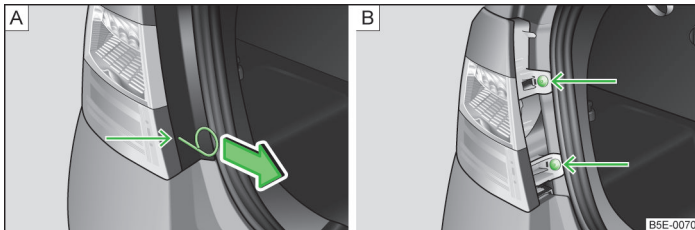

Abb. 225 Abdeckung/Leuchte ausbauen
- Den Bügel zum Abziehen der Radvollblenden » Seite 235, Bordwerkzeug in die Bohrung an der mit dem Pfeil gekennzeichneten Stelle » Abb. 225 - [A] stecken.
- Die Abdeckung in Pfeilrichtung » Abb. 225 - [A] abziehen.
- Die Leuchte mit dem Schlüssel aus dem Bordwerkzeug abschrauben » Abb. 225 - [B].